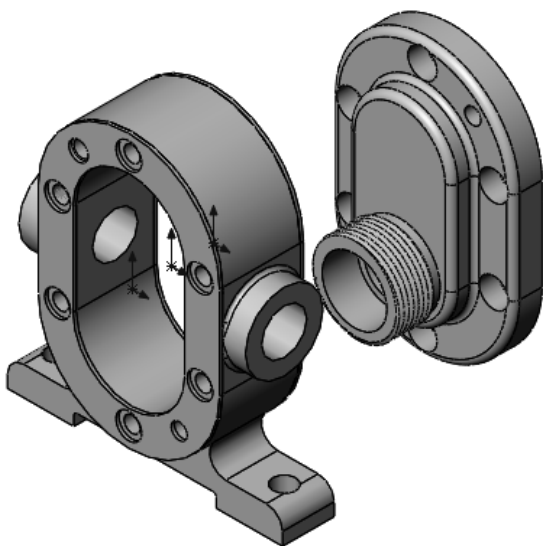

图 10-15 插入齿轮泵后盖
- [2] 单击图形区域以放置零部件，在装配体中插入保持架，如图 10-15 所示。